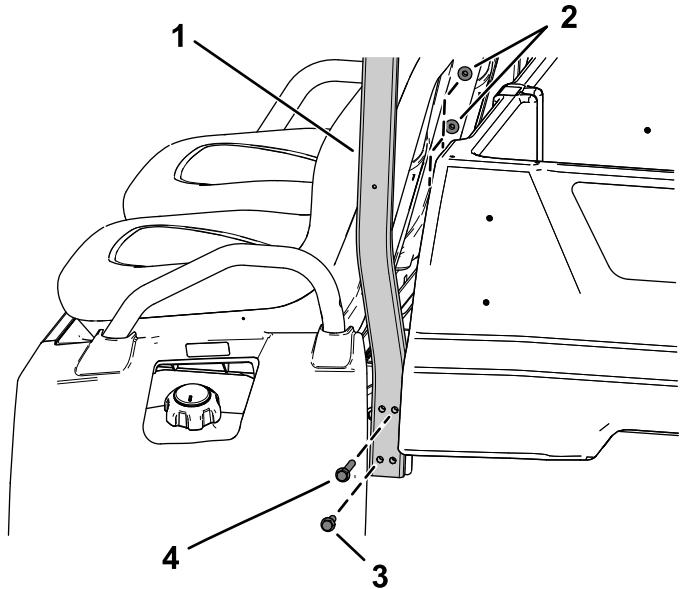

Bild 12
1. Bringen Sie die beiden hinteren Befestigungsrohre mit zwei Bundkopfschrauben (3/8" x 3 1/2"), zwei Bundkopfschrauben (3/8" x 1 3/4") und vier Sicherheitsmuttern (3/8") lose an, wie in Bild 12 dargestellt.